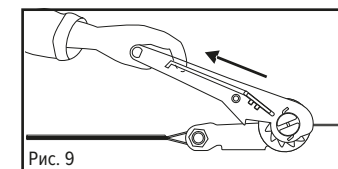

Рис. 9
- Для демонтажа анкерной линии потяните внутренний стержень рукоятки натяжного устройства и отклоните рычаг, ослабляя натяжение ленты (рис. 9).